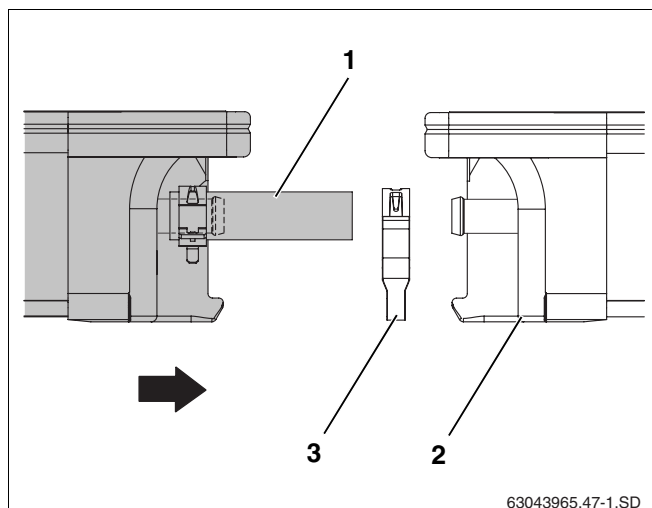

Fig. 46 Deslocar o segundo colector até ao primeiro
- ▶ Colocar o segundo colector com as mangueiras solares pré-instalados (fig. 46, **item 1**) nos perfis e deixar deslizar até às protecções contra deslizamento.
- ▶ Deslocar a segunda braçadeira de mola (fig. 46, **item 3**) sobre a mangueira solar.
- ▶ Deslocar o colector para o segundo colector de maneira a que (fig. 46, **item 2**) as mangueiras pré-instaladas sejam deslocadas sobre as ligações esquerdas do primeiro colector.